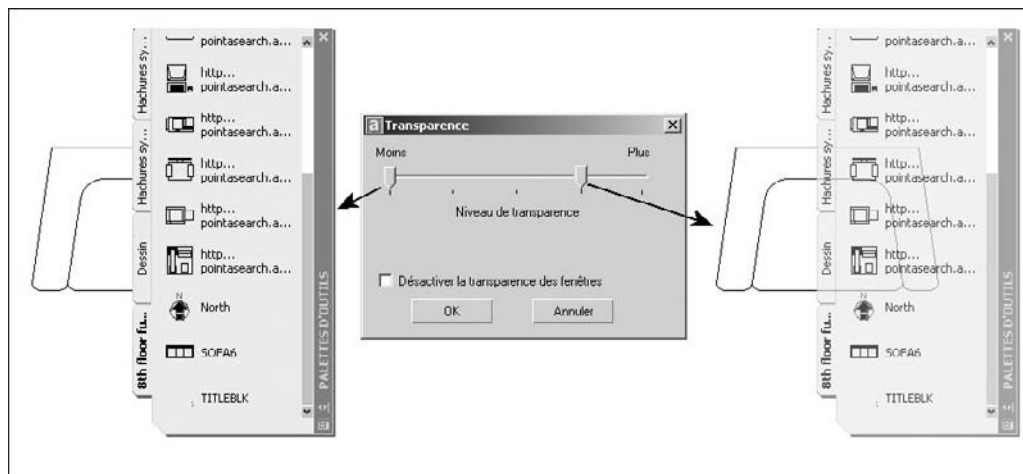

Fig.1.32
- 2 Dans la boîte de dialogue **Transparence** (Transparency), ajustez le niveau de transparence de la fenêtre **Palettes d'outils**. Cliquez sur **OK** (fig.1.32).